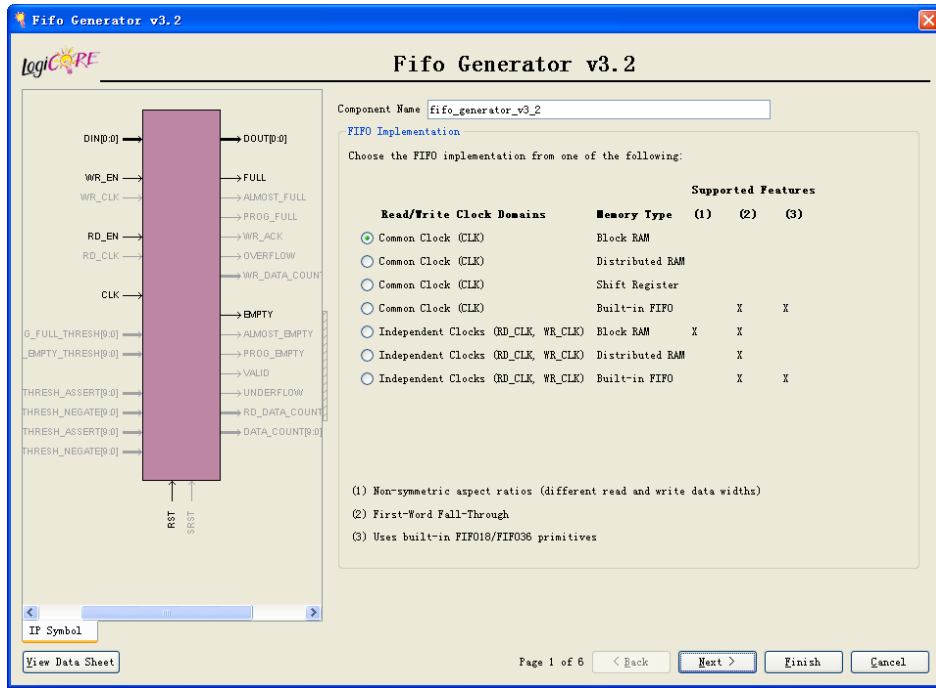

图 2.75 设置 FIFO 的时钟域和存储类型
- (1) 启动 CORE Generator，打开已有项目。
- (2) 单击“View by Function”选项卡，选择“Memories & Storage Elements”下的“FIFOs”，选择“FIFO Generator”，单击右边“Information”窗口中的【Customize】按钮，弹出 FIFO 参数设置窗口。
- (3) 如图 2.75 所示，设置 FIFO 的参数有以下两种。